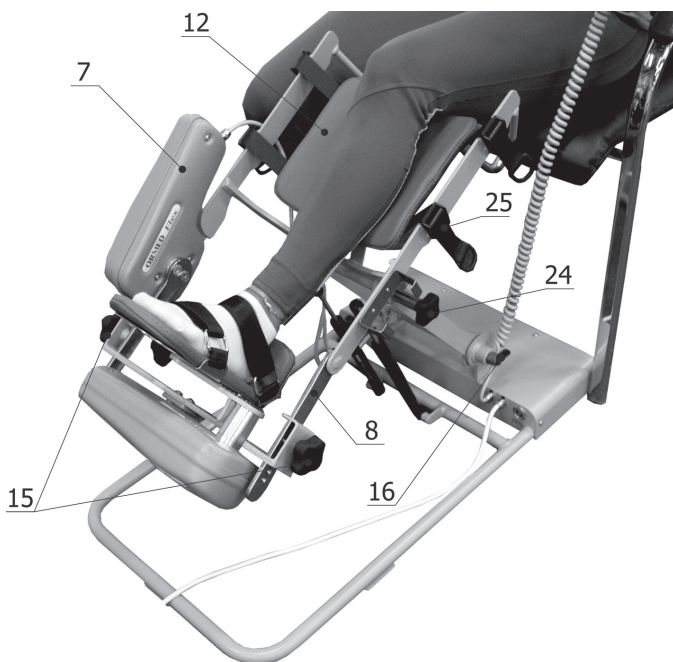

Рисунок 7.2 – Размещение пациента на аппарате
1. Разместите поврежденную конечность на аппарате как показано на рис. 7.2.